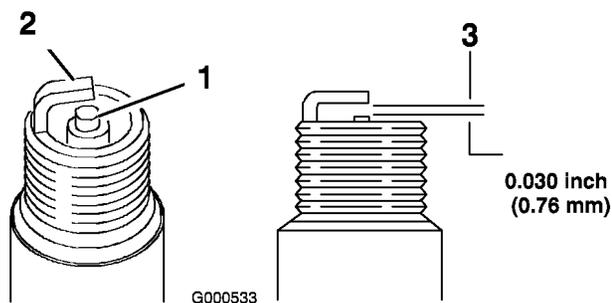

Figure 29
- Examinez le centre de la bougie (Figure 29). Si le bec de l'isolateur est recouvert d'un léger dépôt gris ou brun, le moteur fonctionne correctement. S'il est couvert d'un dépôt noir, c'est généralement signe que le filtre à air est encrassé.
- Contrôlez l'écartement entre l'électrode centrale et l'électrode latérale (Figure 29). Courbez l'électrode latérale (Figure 29) si l'écartement est incorrect.